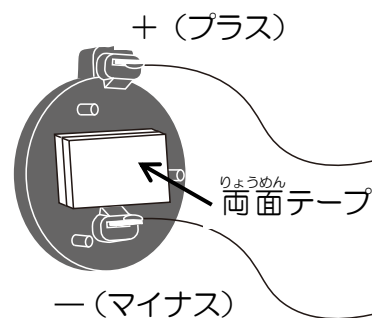
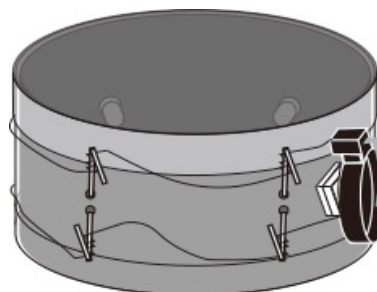

図12
図13 銅線とLEDの接続
7) 電池ホルダーの裏側に厚手の超強力両面テープを4枚重ねて貼り付け、それをクリアケースの側面に取り付けます (図12)。その取り付け位置はクリアケース側面の穴と穴の間が適しています (図13)。この時、LEDの+極 (長い足) と銅線でつなぐため、電池ホルダーの+ (プラス) を上側にして固定します。
8) 電池ホルダーからの銅線をLEDの足に2回程度巻きつけます。線が抜けないように、LEDの足を半分ぐらいで折り曲げます (図13)。LEDの長い足 (+) に電池の+ (プラス) からの銅線を、短い足 (-) に電池の- (マイナス) からの銅線を配線する事が大切です。最後に余った銅線は上下の銅線どうし接触しないよう気を付けて折り曲げておきます。